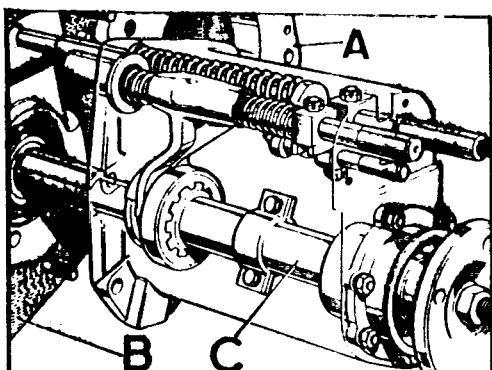

Fig. C-51 Instalación de la caja del eje de salida en la reductora
- 2.3. Cubrir ambas caras de la junta, B (Fig. C-51) con un compuesto sellador, Herme- tical 600 y colocarla en su sitio sobre la caja reductora.